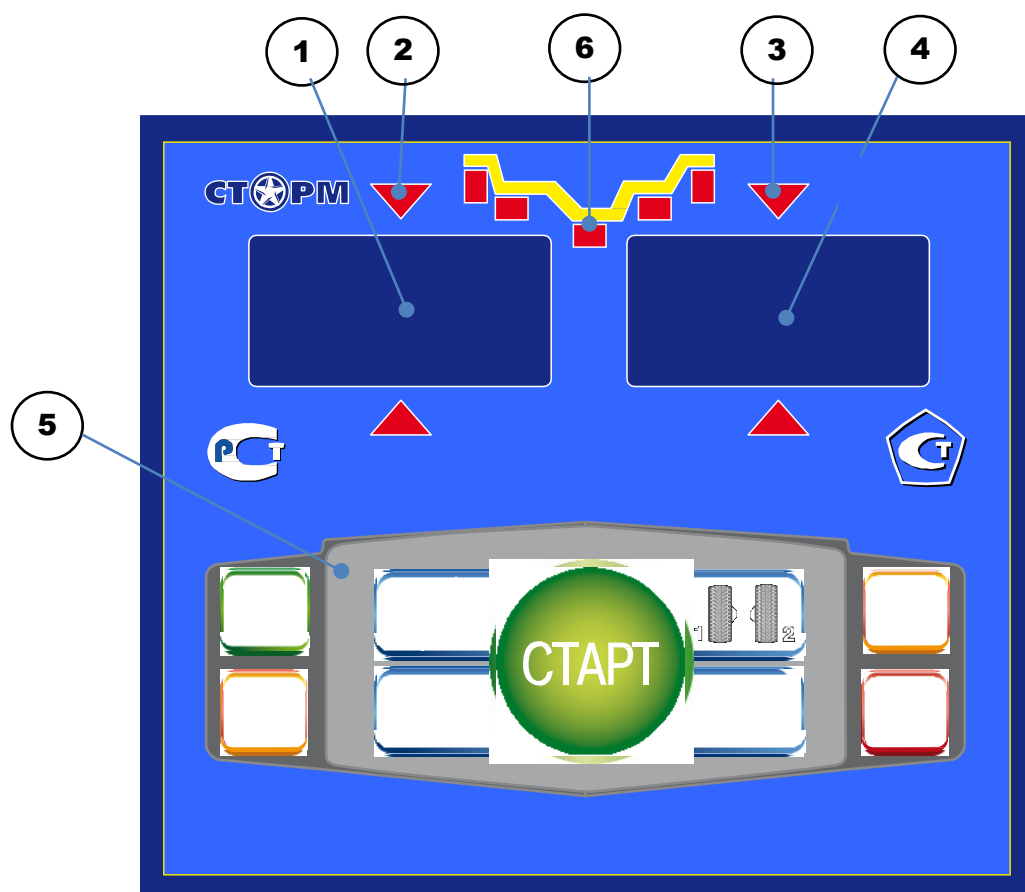

рис.8.1.
8.1. Общий вид лицевой панели показан на рис. 8.1.
При выдвигании штанги на индикаторах 1 (рис. 8.1) отображается значение параметра "А". Значение параметра "d" отображается на индикаторах 4.
Для ввода ширины нажмите кнопку "+" или "-" на индикаторах 1 (рис. 8.1) высветится "-b-", а на индикаторах 4 значение ширины диска. Через 2-3 сек после установки ширины индикаторы в режим отображения текущего дисбаланса.
Дважды нажать кнопку "A, d, b", после чего на индикаторах 1 (рис. 8.1) загорается символ "А", а на индикаторах 4 исходная величина дистанции. Нажимая кнопки "-" и "+" установить на индикаторах 4 требуемую величину дистанции. Через 2-3 сек после установки дистанции показания на индикаторах 1 и 4 возвращаются к отображению текущего дисбаланса, а кнопки "-" и "+" возвращаются в режим ввода ширины обода.
11.1. Переключение схем ALU1-ALU5 осуществляется последовательным нажатием кнопки "ALU" при этом схема установки грузов отображается загоранием соответствующих светодиодов 6 (рис.8.1), кроме того, на индикаторах 1 отображаются символы ALU, а на индикаторах 4 номер 1-5. Через 2-3 сек. после установки требуемой программы ALU индикаторы 1-4 переходят в режим отображения дисбаланса.
Эта функция обеспечивается тем, что каждый раз при вводе новых геометрических параметров и установке требуемой программы ALU, предыдущее состояние запоминается. Для перехода от одного набора параметров к другому необходимо нажать кнопку "1-2". Визуальный контроль того, какие параметры установлены в данный момент, осуществляется нажатием "A,d,b" на индикаторах 4 (рис.8.1) будут последовательно отображены, установленные в данный момент диаметр и ширина обода и дистанция.
13.1. При включении тумблера питания СБ на индикаторах 1 (рис. 8.1) высвечивается трёхзначное число -номер версии программного обеспечения. Через 2-3 сек на индикаторах 1 и 4 должны загореться нули, кроме того должны загореться светодиоды 6, что свидетельствует о включении режима стандартной балансировки с установкой на обеих плоскостях коррекции грузиков на пружинках. На светодиодах 2 и 3 (рис. 8.1) должны загореться оба светодиода.
13.2. При включении СБ программа измерения дисбаланса настраивается таким образом, что дисбаланс менее 8 г (заводская установка) на любой плоскости коррекции не показывается, в этом случае на индикаторах 1 и 4 (рис. 8.1) высвечиваются "0". Минимальный дисбаланс отображающийся на индикаторах 1 и 4 равен 8г. Дисбаланс, превышающий 8г, округляется до величины кратной 5, т. е. дисбаланс 9, 10, 11 и 12 г отображается цифрой 10, дисбаланс 13, 14,15, 16 и 17 г - цифрой 15 и т. д. Для просмотра неокруглённого значения дисбаланса или дисбаланса менее 8г. необходимо нажать кнопку
13.5.1. Поднимите защитный кожух. Вручную поворачивайте колесо в направлении, которое показывают светодиоды 2 и 3 (рис. 8.1.) до тех пор, пока не загорятся оба светодиода и начнут мигать вместе с значением массы корректирующих грузов.
14.2.1. Войти в программу калибровки СБ, для чего нажать и удерживать кнопку "С". На индикаторах 1 и 4 (рис.8.1), появятся мигающие символы "CAL". После звукового сигнала символы "CAL" загорятся постоянно.